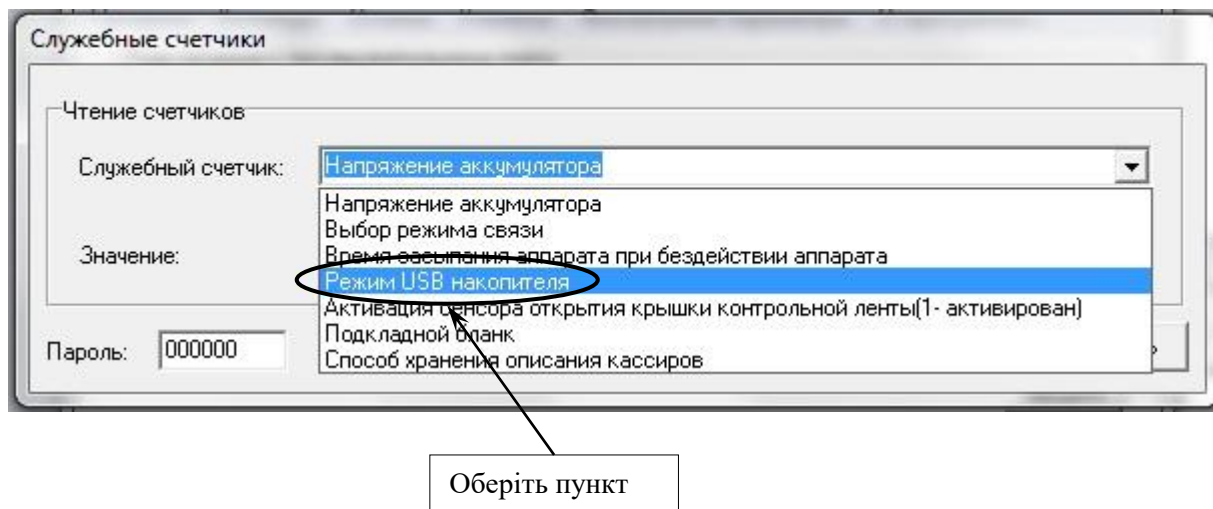

Рисунок 19
– у вікні, що з'явилося, у випадаючому списку поля «Служебный счетчик» обрати пункт «Режим USB накопителя» (рисунок 19);